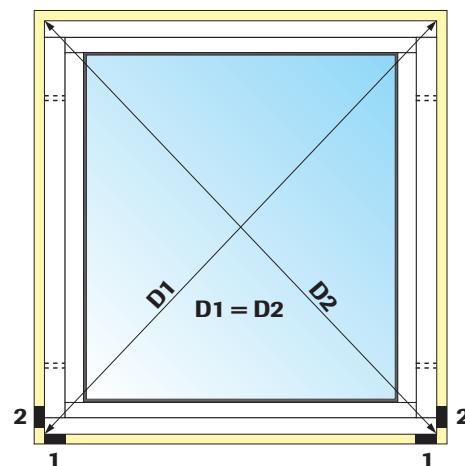

Bild 3
3. Läg bärklossar eller monteringskilar under karmsidorna och eventuella poster (Bild 3 kloss 1). Bärklossarna skall ha 20mm mindre djup än karmen för att en obruten drevning samt att ångspärr skall kunna läggas invändigt mellan karm och vägg. Bärklossarna skall vara av formstabil material, typ plywood eller annat hårt träslag eller av plast (Bild 3).
12. Kontrollera med vattenpass att fönstret är i lod på alla sidor och inte lutar innåt eller utåt. Kontrollera också att karmsidorna inte böjts inåt eller utåt på mitten. Det är också viktigt att karmens diagonalmått är lika. Övre högra hörnet till nedre vänstra hörnet (Bild 3 D1) = övre vänstra hörnet till nedre högra hörnet (Bild 3 D2). Som en inbrotts-hämmande åtgärd kan klossar kilas in vid varje låspunkt.